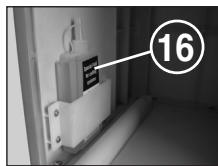

Fig. 6
Trekk ut beholder (14), ta oljeholder (16) (fig. 6) ut av festet i husets underdel og skyv beholderen inn igjen.